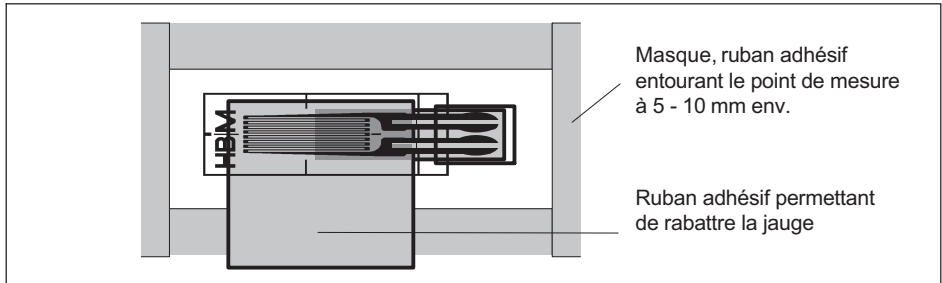

Fig. 5.4 Préparation du point d'installation de la jauge
- Placez un ruban adhésif tout autour de la surface d'installation en observant un écart de 5 à 10 mm (*voir Fig. 5.4*).